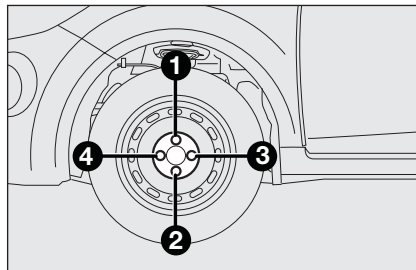

fig. 8
- aperte correctamente os parafusos em cruz, de acordo com o indicado na **fig. 8**.
- Utilizando a chave fornecida, aperte totalmente os parafusos seguindo a sequência indicada na **fig. 8**.